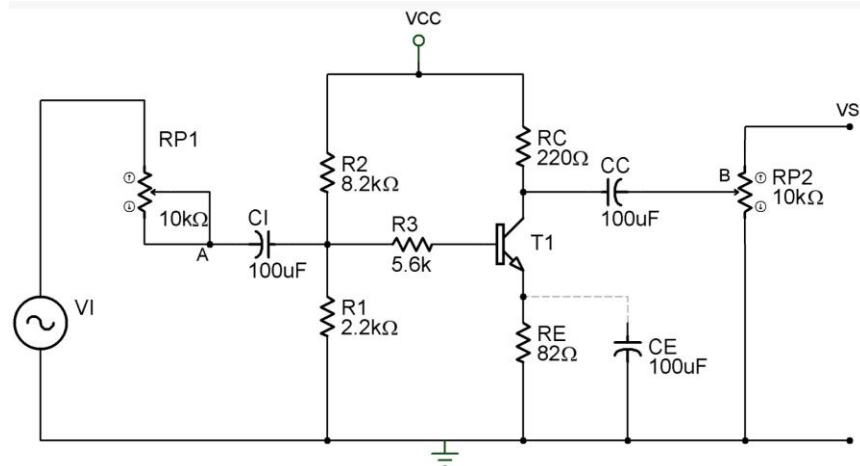

Figura 1.2.
9. Arme el circuito mostrado en la figura 1.2, mantenga Vi(t) = 350 mVpp.
13. Conecte ahora el potenciómetro en el punto B como lo muestra en la figura 1.2 y ajústelo para que en el punto B se tenga el valor de $V_s(t)$ medido en el punto 6 del desarrollo.